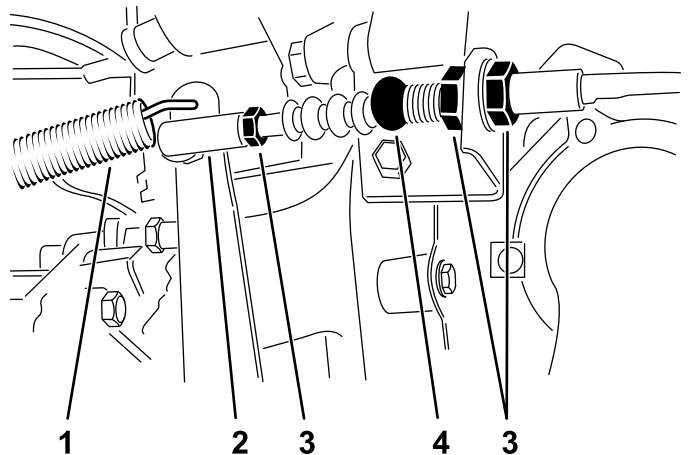

図 64
1. クラッチケーブルをベルハウジング上のブラケットに固定しているジャムナットをゆるめる **図 64**。